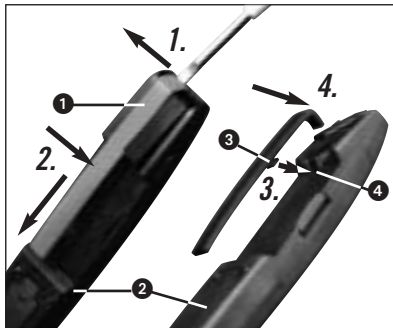

Fig. 7: Trocar a presilha
4.6 Trocar a presilha (Veja fig. 7)